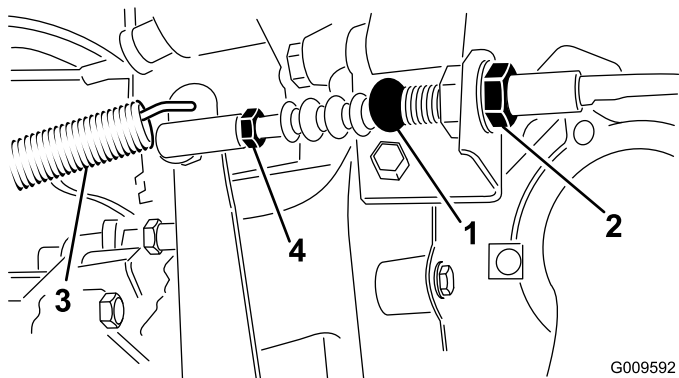

Figure 65
1. Desserrez les écrous de blocage qui fixent le câble d'embrayage au support sur le carter d'embrayage (Figure 65).